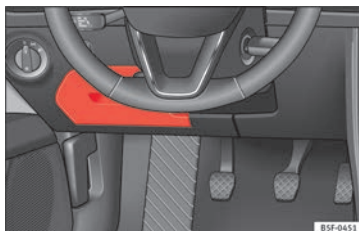

Fig. 202 No painel de instrumentos do lado do condutor: tampa da caixa de fusíveis.
- **Abrir:** recline a cobertura para baixo » Fig. 202.